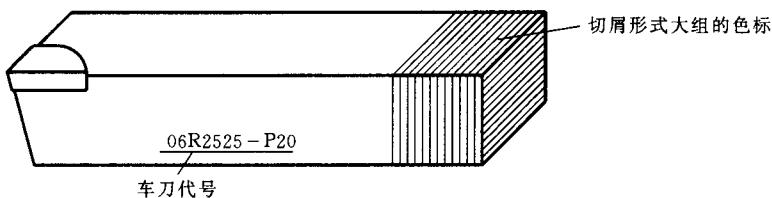

图 1 车刀标志
“切屑形式大组”的色标，涂在刀杆的后部（见图 1），其颜色为：
5.2 车刀代号应标志在车刀左侧面（见图 1）。